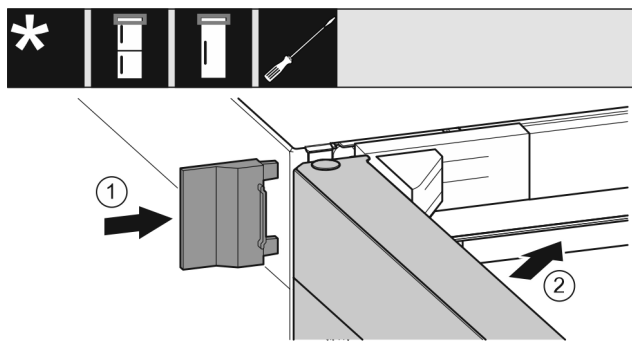

Fig. 41
- ▶ Vnější kryt Fig. 41 (1) nasuňte.
- ▶ Zavřete horní dveře Fig. 41 (2).